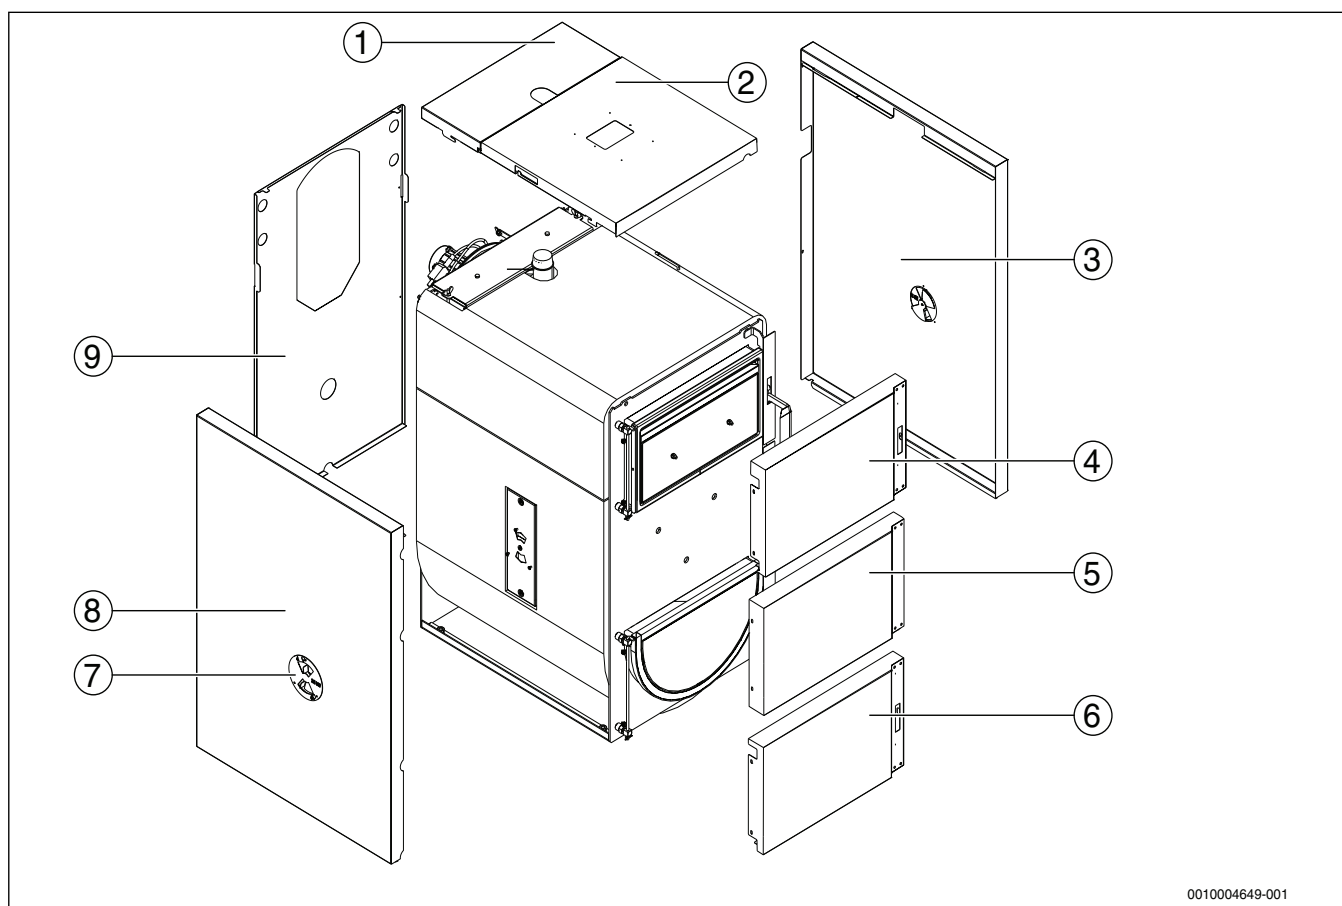

Рис. 4 Элементы облицовки котла
- ▶ Потяните крышку коллектора дымовых газов (→ рис. 4, [1]) назад и снимите вверх.